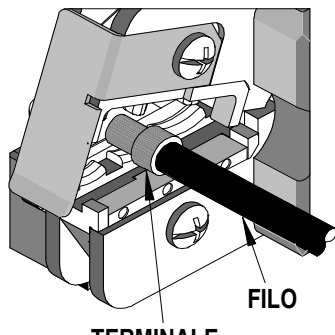

Figura 4
5. Tirare il filo per assicurarsi che sia ancora completamente alloggiato nel terminale. Eseguire un ciclo dell'utensile. Vedere figura 4.